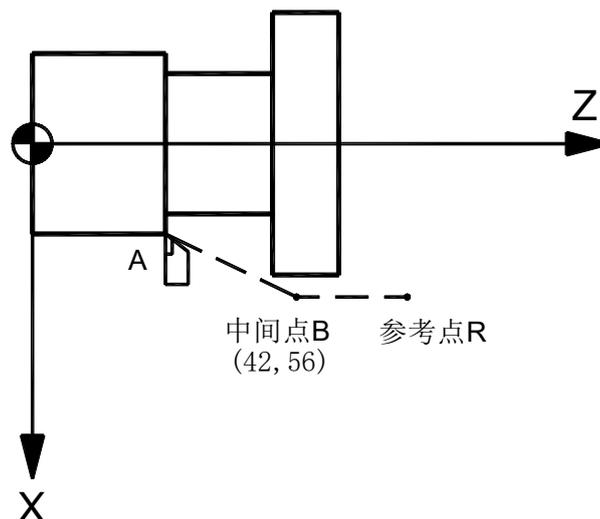

图 2-11
(1) 以快速回零速度（由参数 P109 设定）从当前位置定位到指令轴的中间点位置（**A 点—B 点**），如图 2-11。
(2) 以快速回零速度从中间点向参考点方向移动（**B 点—R 点**）。
(3) 检测到减速信号后，低速运行（由参数 P157 设定）寻找精定位信号。
(4) 检测到精定位信号后，返回零点执行完毕，回零灯亮。